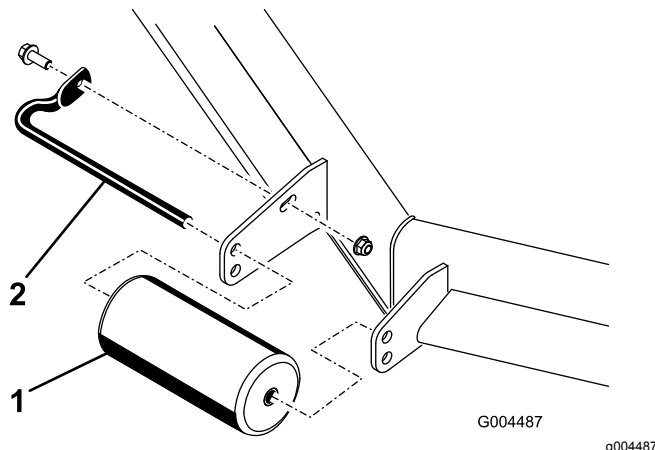

**Figura 9**
6. Allineate il collare dell'altezza di taglio ai fori dell'altezza di taglio desiderata sull'asta dell'altezza di taglio (Figura 8 e Figura 9).